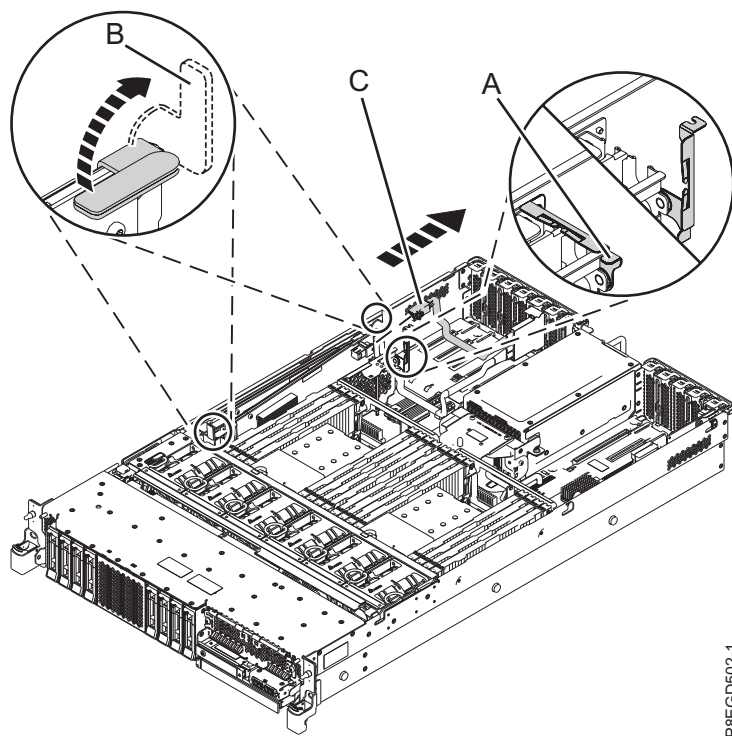

Figura 2. Desconnexió del cable posterior SAS de l'adaptador intern SAS RAID de la ranura P1-C15
- Feu pressió la nansa blava de la peça de subjecció de retenció de cables (A) de l'adaptador intern SAS RAID a la ranura P1-C15, tal com es mostra a Figura 2 a la pàgina 5.
- Aixegueu les nanses blaves (B) de l'adaptador intern SAS RAID en la direcció que es mostra a Figura 2 a la pàgina 5.
- Mitjançant les nanses blaves de l'adaptador intern SAS RAID, aixegueu l'adaptador suficient per desconnectar el cable posterior SAS (C) de l'adaptador intern SAS RAID. Consulteu Figura 2 a la pàgina 5.